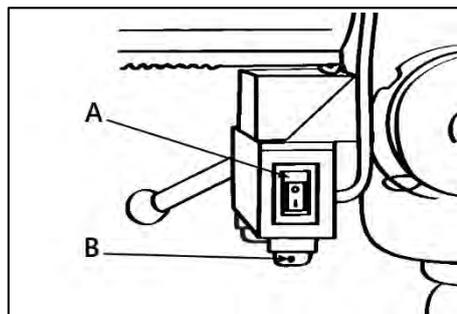

Рисунок 20.
Лазер расположен на задней части корпуса сверлильной головки. Для включения/выключения лазерного указателя, воспользуйтесь выключателем (A) (рис. 20).